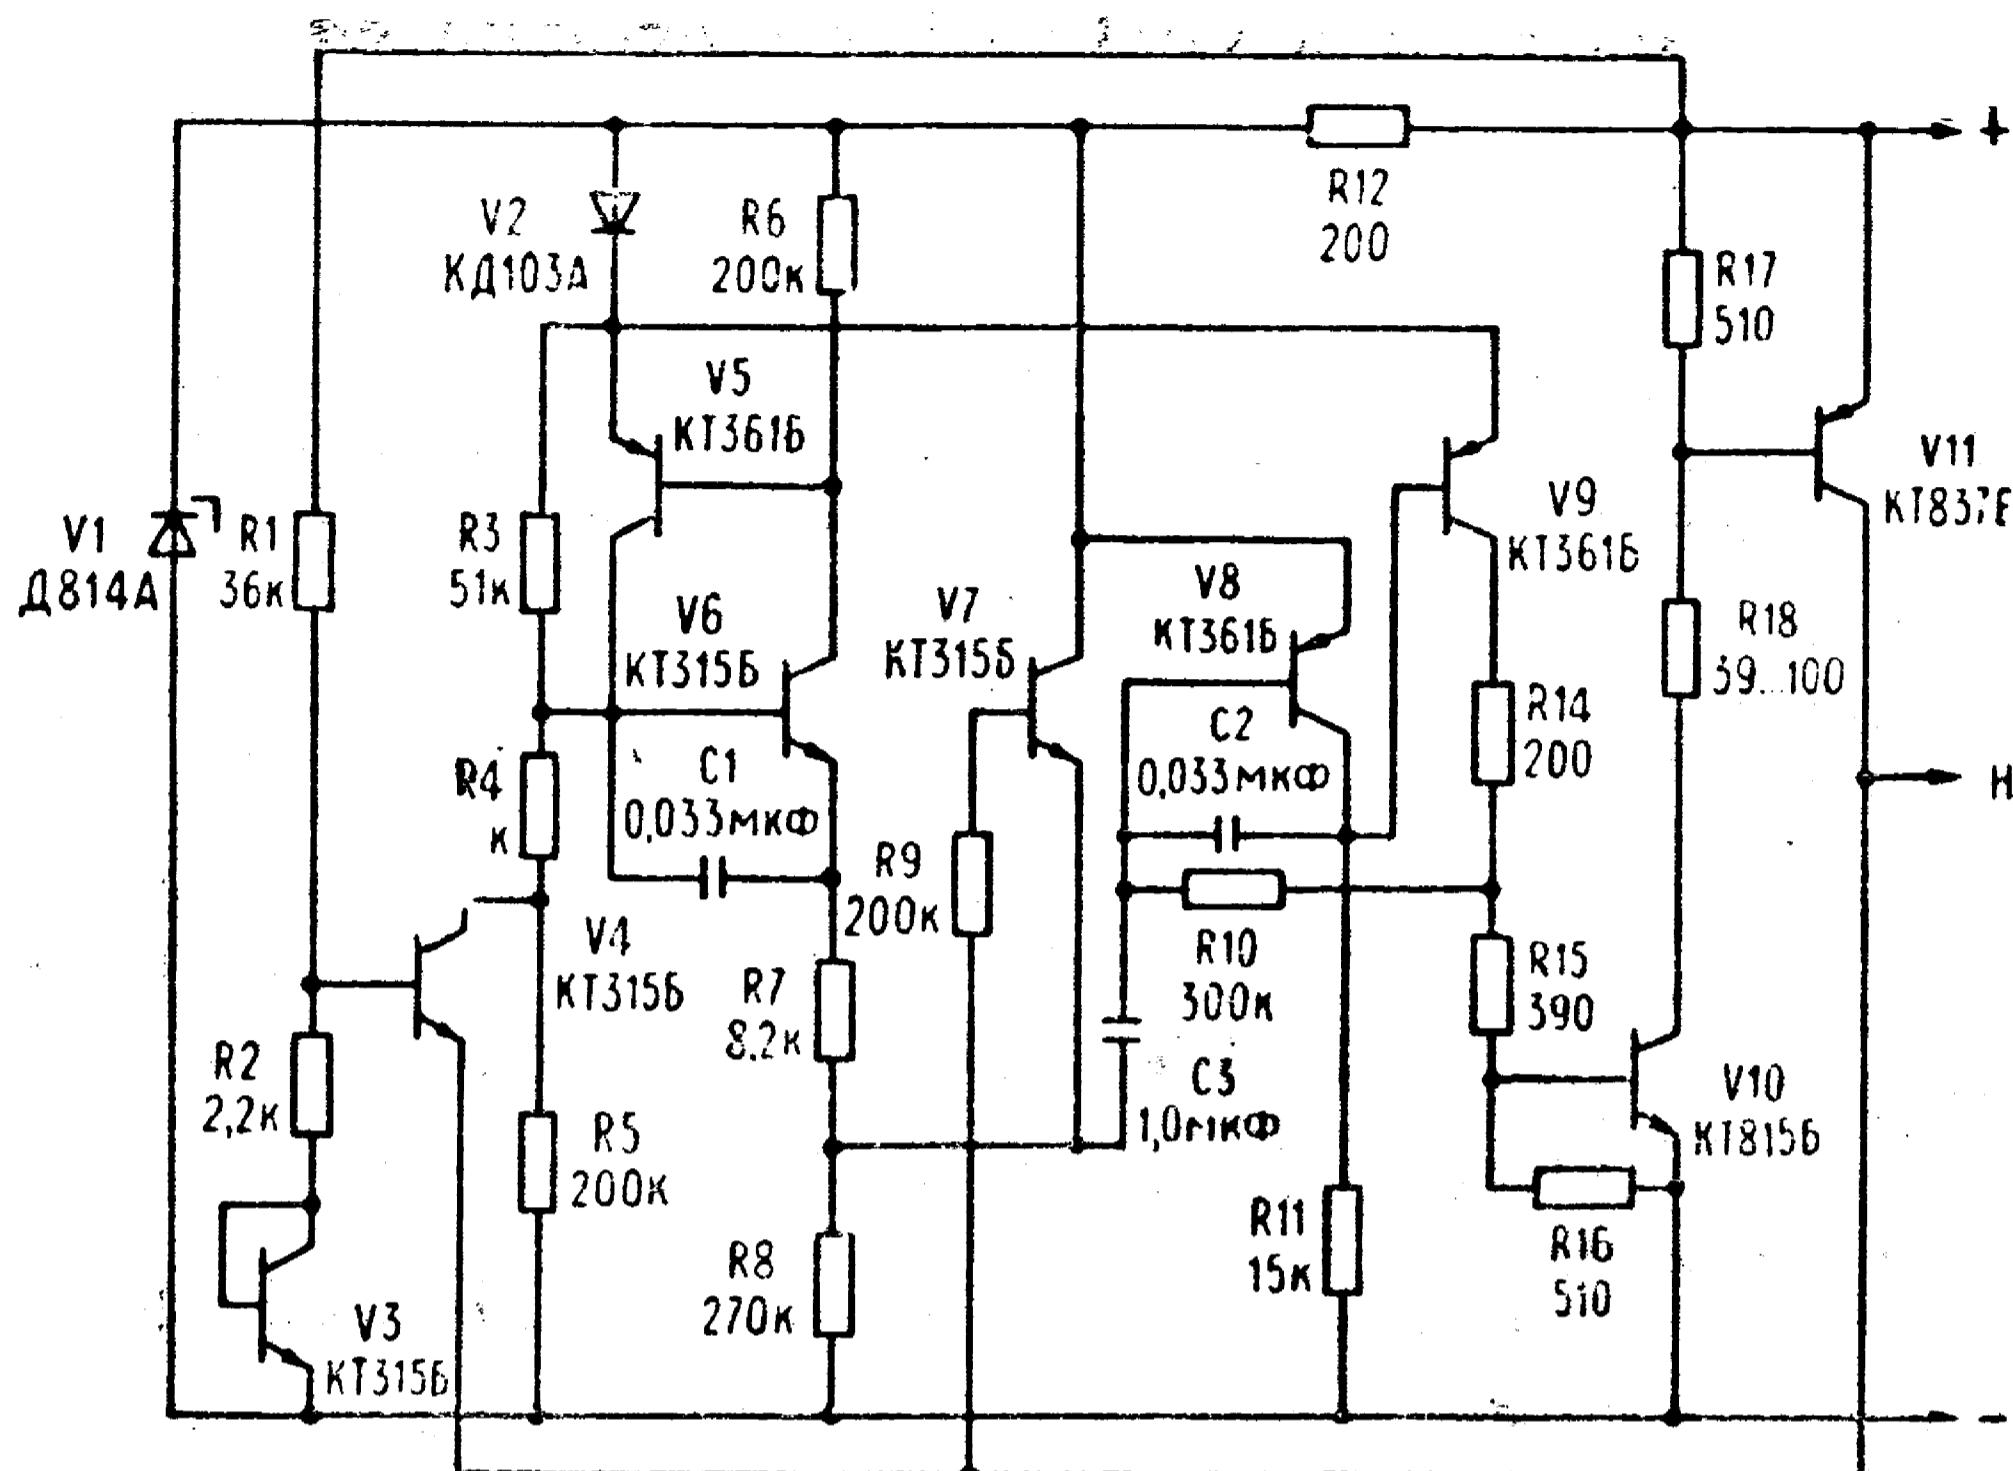

Рис. 37. Электрическая принципиальная схема
5.4.14. Прерыватель указателей поворотов ИЖРП-4 (рис. 37) предназначен для прерывания цепи питания сигнальных ламп указателей поворотов и контроля исправности этих ламп.